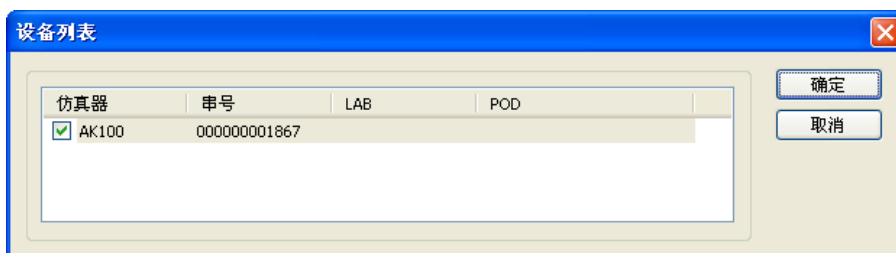

图 3.5 系统搜索结果
- 2 用户也可以利用系统提供的【搜索】功能来完成。具体方法：用户只需选中仿真芯片型号，点击【确定】返回到图 3.3 的界面；然后点击图 3.3 中的【搜索】，系统会自动搜索出当前使用的仿真器种类，如图 3.5 所示。